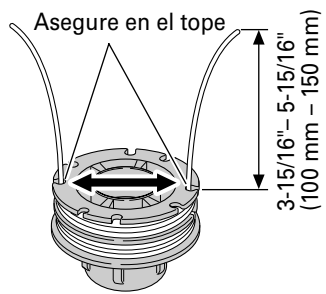

Fig. 26
- (5) Deje desenrollada aproximadamente 3-15/16" - 5-15/16" (100 mm - 150 mm) de la línea de nylon y asegure la línea en el tope. (Fig. 26)